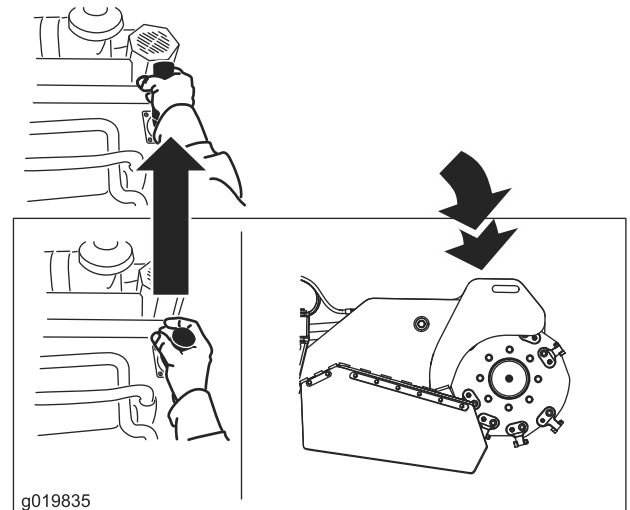

図 15
- グラインダを下降させるには、レバーを前方に押します 図 15。